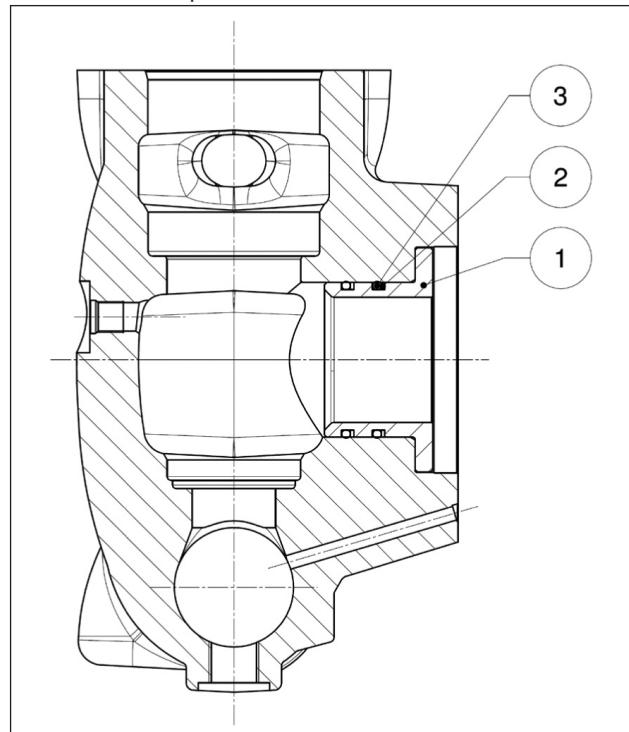
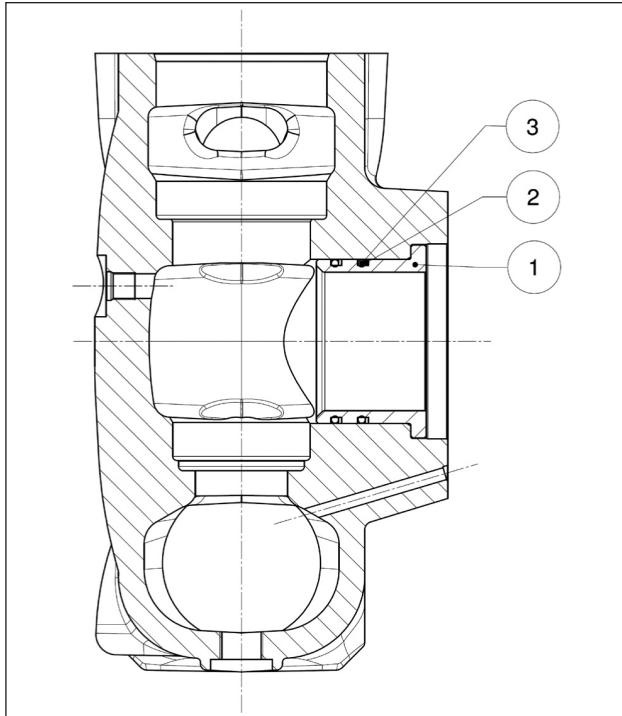

Fig. 148
Fig. 149
La testata lavorata deve essere assemblata mediante piantaggio delle boccole (pos. ①) complete di anelli antiestrusione (pos. ②) e O-ring (pos. ③) come rappresentato in Fig. 148 nelle versioni con pistone Ø40-45-50 e in Fig. 149 nelle versioni con pistone Ø 55-60-65: